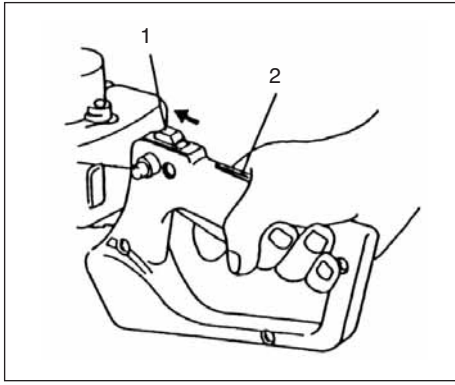

Рис. 2-2
1. Установить выключатель зажигания (1) в положение ON (ВКЛ). (Рис. 2-2, 2B)
2. Если нажат предохранительный рычаг (2), потянуть дроссельное пусковое устройство и нажать блокировочную кнопку (3) (при наличии подобного оснащения), затем сначала медленно отпустить дроссельное пусковое устройство, затем предохранительный рычаг. При этом дроссель заблокируется в пусковом положении. (Рис. 2-2, 2B)